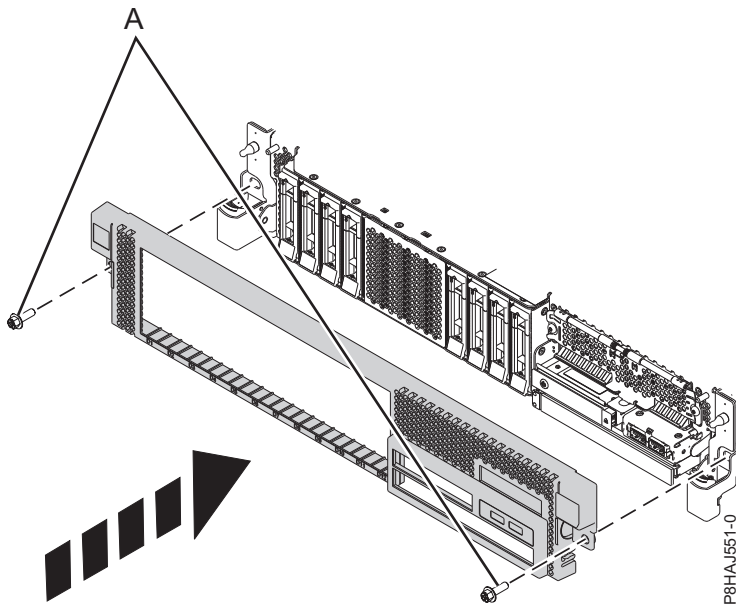

Figure 12. Installation du capot avant
3. Appuyez sur les loquets dans le sens indiqué dans la figure 12, à la page 32. Le capot avant se met en place ; il est doté d'un renforcement permettant de le tenir plus facilement.
4. Remettez en place les vis de transport (A).